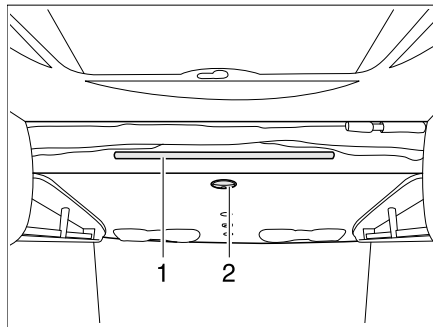

Bild 93 Hubbett elektrisch
- Den Griff (Bild 93,2) an der Unterseite des Hubbettes drehen.
- Die Aufstiegsleiter mit den beiden Bügeln in die Haltstange ((Bild 93,1)) am Hubbett einhängen.